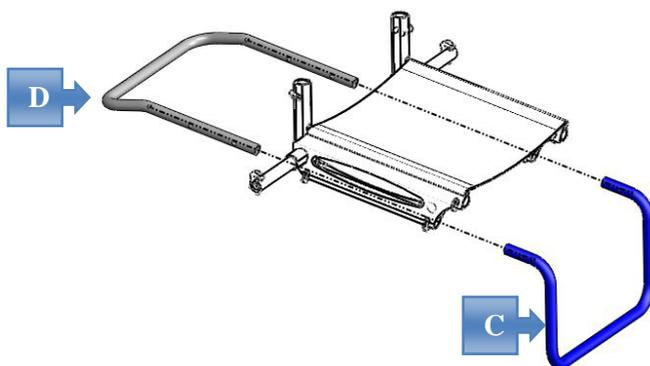

Figura 1
Inserir a barra anti-capotamento (D) e a barra de suporte dianteira (C) no quadro principal, como mostrado na Figura 1. Trancar as duas barras inserindo os cliques de fixação.